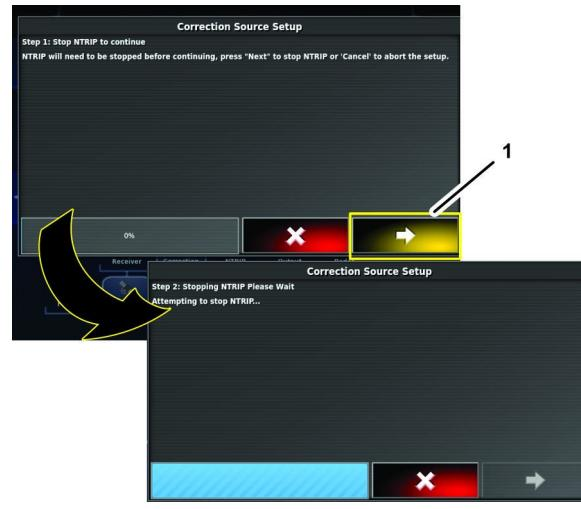

Figura 115
5. Cuando aparezca el asistente de configuración de la fuente de corrección, pulse el icono Siguiente (Figura 115).